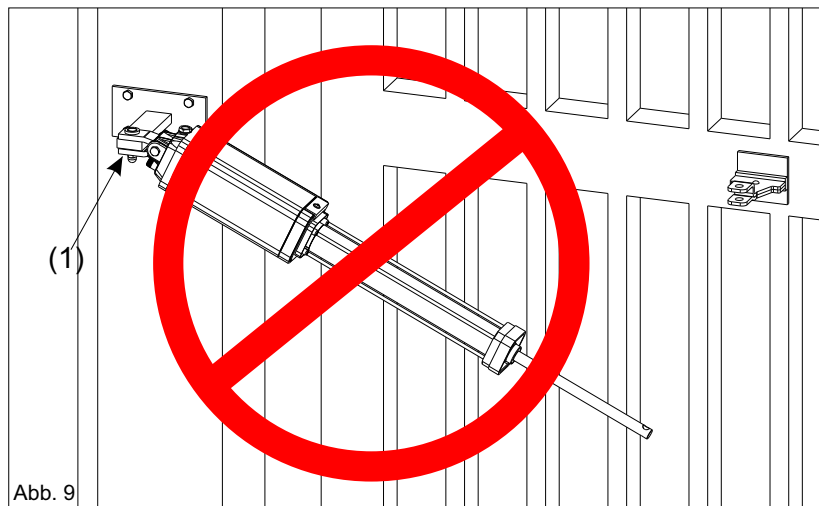

Abb. 9
- Die Schwinggabel wie in Abb. 9 befestigen